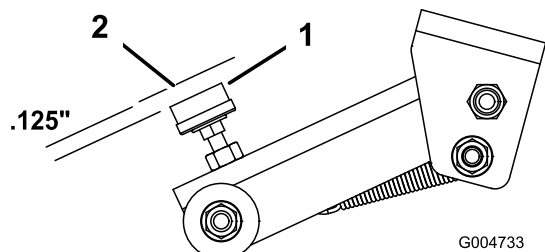

Figura 73
4. La distanza tra il cuscinetto di gomma della vite di regolazione (Figura 73) ed il fermo dell'apparato di taglio deve essere di 3 mm. Se fosse necessario regolare, allentate il dado sulla vite di regolazione, regolate la vite per ottenere la distanza opportuna, e serrate il dado.